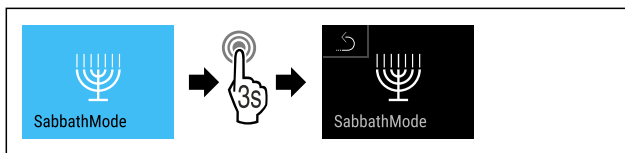

Fig. 15
- ▶ Ejecutar los pasos (consulte Fig. 15).